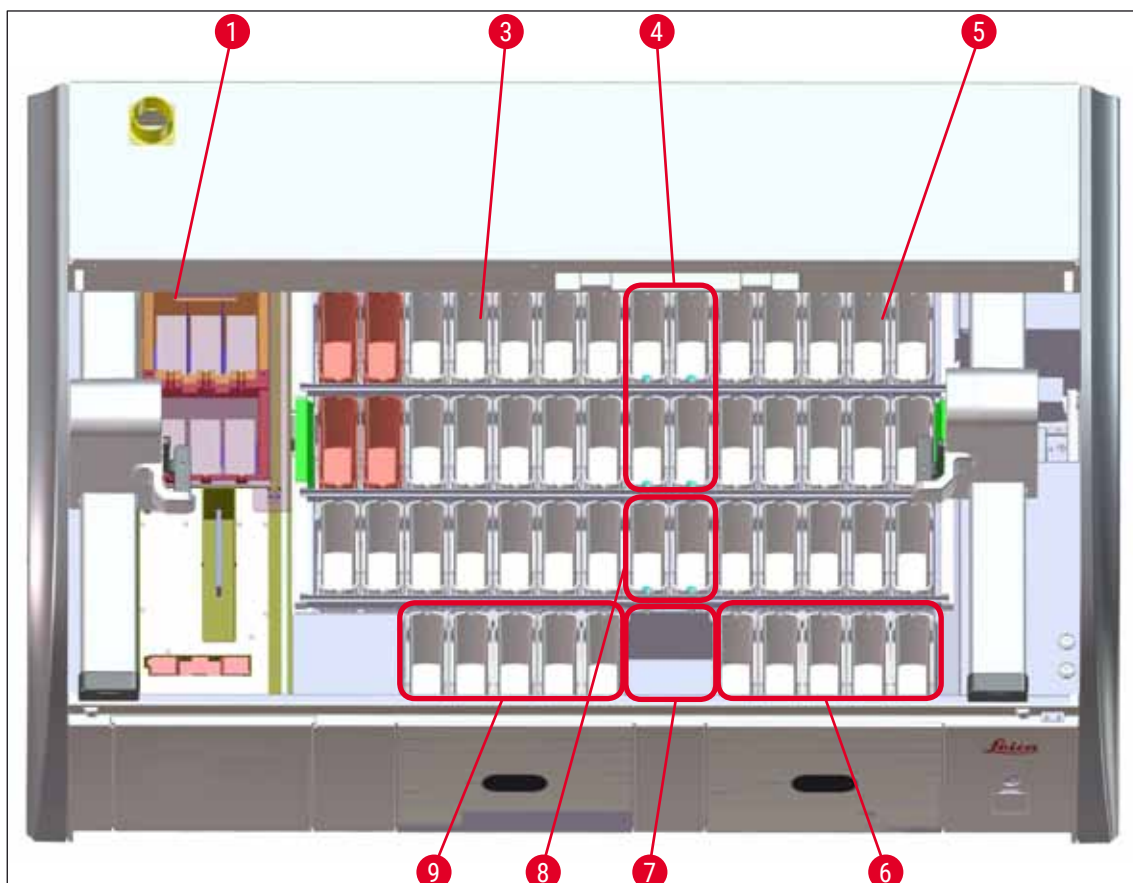

Bild 64
- Duplicerade stationer måste befinna sig på samma sida i kyvettfältet (→ "Bild 39") (→ "Bild 64"), annars kan inte anpassningen av reagensuppställningen sparas.
- (→ "Bild 64") visar en översikt över de olika stationerna i kyvettfältet.